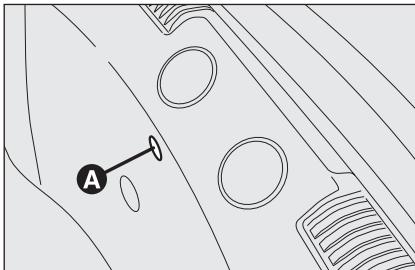

fig. 4
- retire el destornillador del contenedor de las herramientas e, interviniendo desde el interior del maletero (por la parte posterior), introduzcalo en el alojamiento **A**-fig. 4 y luego, intervenga en la palanca **B**-fig. 5.